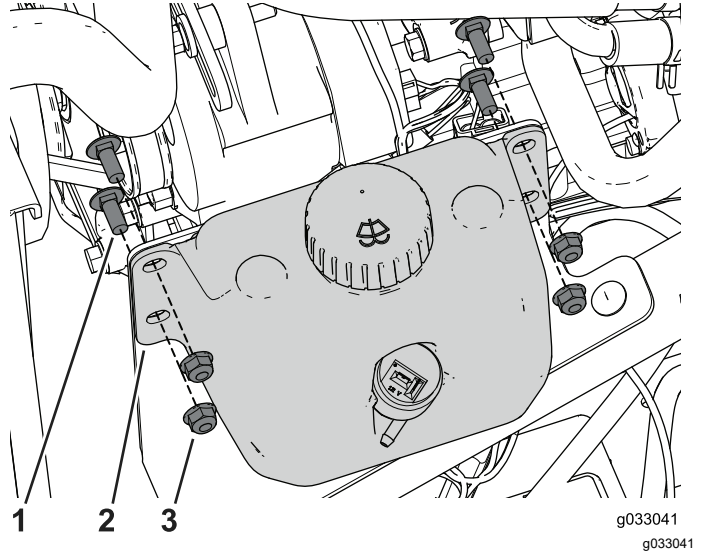

図 16
2. キャリッジボルト $\frac{3}{8}$  x  $\frac{3}{4}$ " 4本とフランジナットを使って、ウォッシャー液タンクをブラケット固定する 図 16。